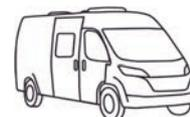

Fig. 88 Serrer en croix les écrous ou les boulons de roue
- Serrer les écrous ou les boulons de roue dans l'ordre indiqué à la Fig. 88. Utiliser pour ce faire une clé dynamométrique et respecter le couple de serrage prescrit (voir paragraphe 13.5).
- Vérifier régulièrement le serrage des écrous ou des boulons de roues. Resserrer tous les écrous ou les boulons de roue 50 km après le changement d'une roue. Respecter l'ordre indiqué à la Fig. 88.
- Si des jantes neuves ou repeintes sont utilisées, alors resserrer les écrous ou les boulons de roue une fois de plus après env. 1 000 à 5000 km. Respecter l'ordre indiqué à la Fig. 88.